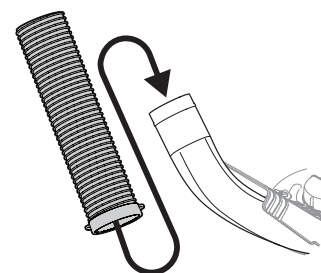

Figure 28
2. Attrapez les anses à l'autre extrémité du tube flexible et enflez ce dernier sur la goulotte, comme illustré à la Figure 28.